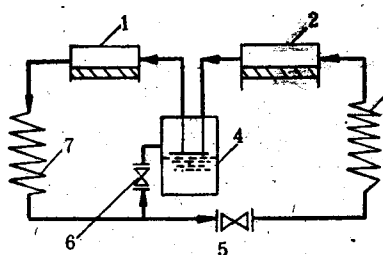

图3 冰机系统的流程
2. 冰机系统的流程 (以卧式110/20冰机为例) 冰机系统的流程即操作的冷冻循环，可用图3简单地表示、气氨被冰机的低压缸压